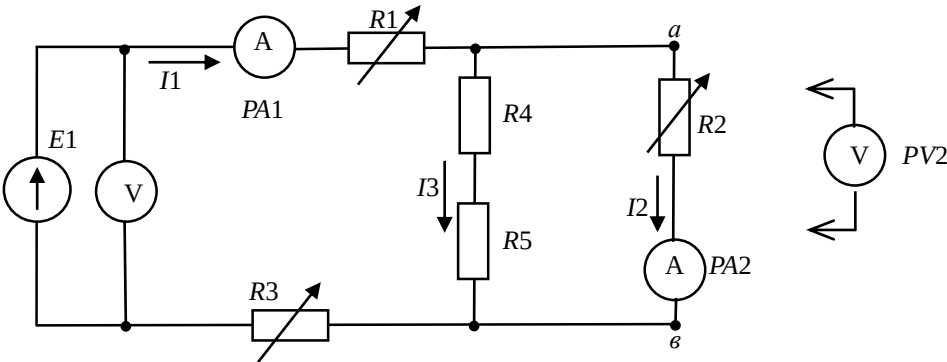

Рис. 6. Схема линейной электрической цепи постоянного тока со смешанным соединением элементов
9. Соберите цепь со смешанным соединением резисторов (рис. 6). В качестве резисторов $R1, R2, R3$ используйте резисторы блока «Резисторы / Активная нагрузка», а в качестве $R4, R5$ – резисторы модуля «Диоды, резисторы, конденсаторы», выбрав их сопротивления в соответствии с заданным вариантом (табл. 5). В качестве амперметров $PA1 – PA2$ используйте ампервольтметры модуля «Измерительные приборы» в режиме DC. Для измерения напряжений на резисторах используйте один из мультиметров. Представьте схему для проверки преподавателю.